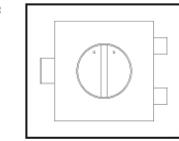

Fig. 5D
B. Термостат с датчиком температуры пола (заводская установка) - положение микропереключателя показано на Рис. 5d (Максимально налево). Термостат регулирует температуру пола с помощью выносного датчика.
B. Floor thermostat (preset at the factory) - The thermostat regulates the floor temperature by means of the floor sensor. Setting as shown in Fig 5d (maximal turning to the left).